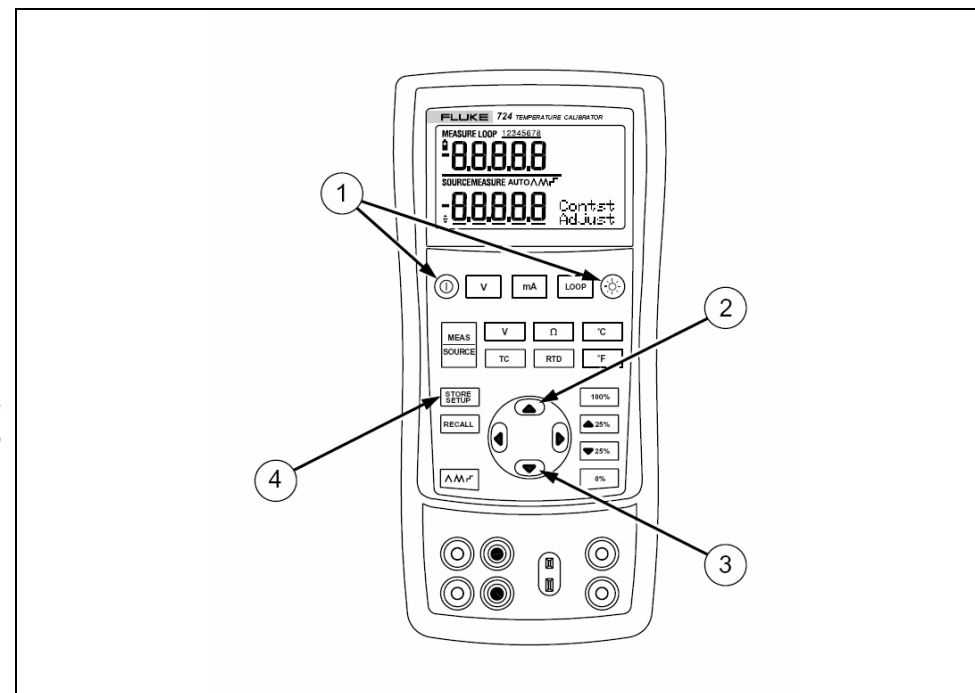

Рис. 6. Регулировка контрастности
1. Нажмите и удерживайте кнопки  и  до тех пор, пока на дисплее не появится надпись Contst Adjust ("Регулировка контрастности"), как показано на рис. 6.